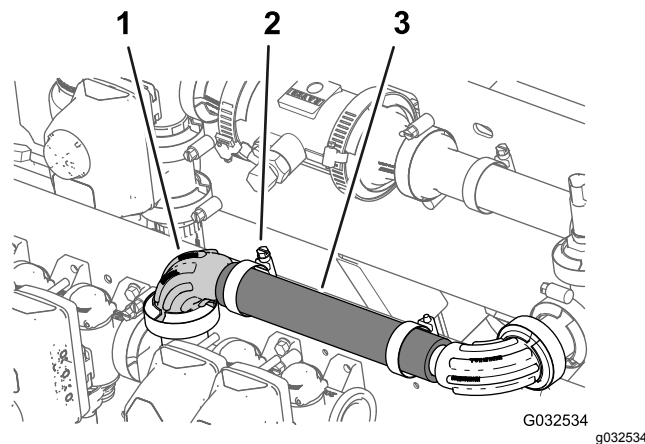

Figura 90
- Conecte la manguera (1" x 8-1/2") al acoplamiento con brida de 90° (1") según se muestra en Figura 90.
- Sujete la manguera al acoplamiento con brida con una abrazadera (Figura 90).